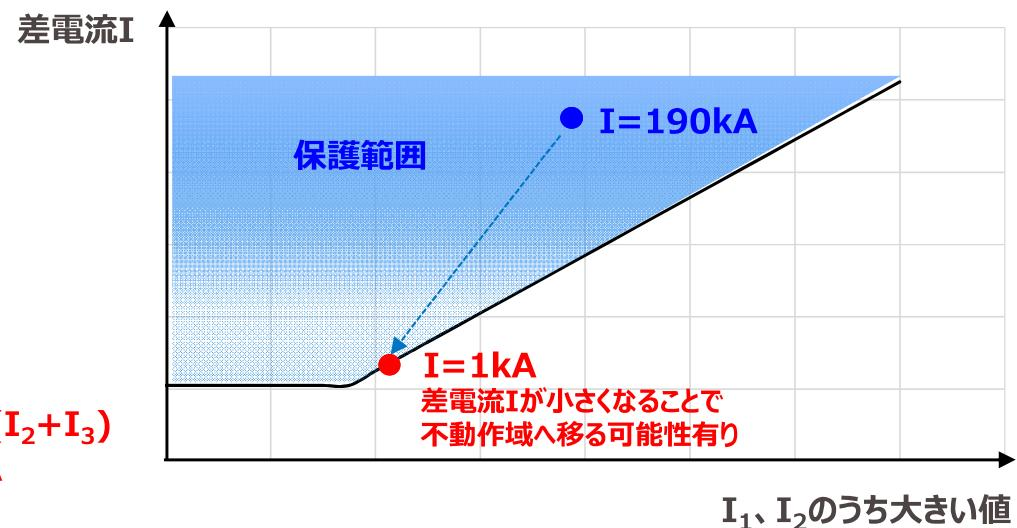

図4 MG87動作曲線イメージ
- ✓ 差電流 I が非常に小さくなることで、図4の通り MG87 の不動作域に入る可能性がある。従い、動作信頼性としてより確実に H E A F 保護が可能となる H 50-51 保護リレーを採用する。